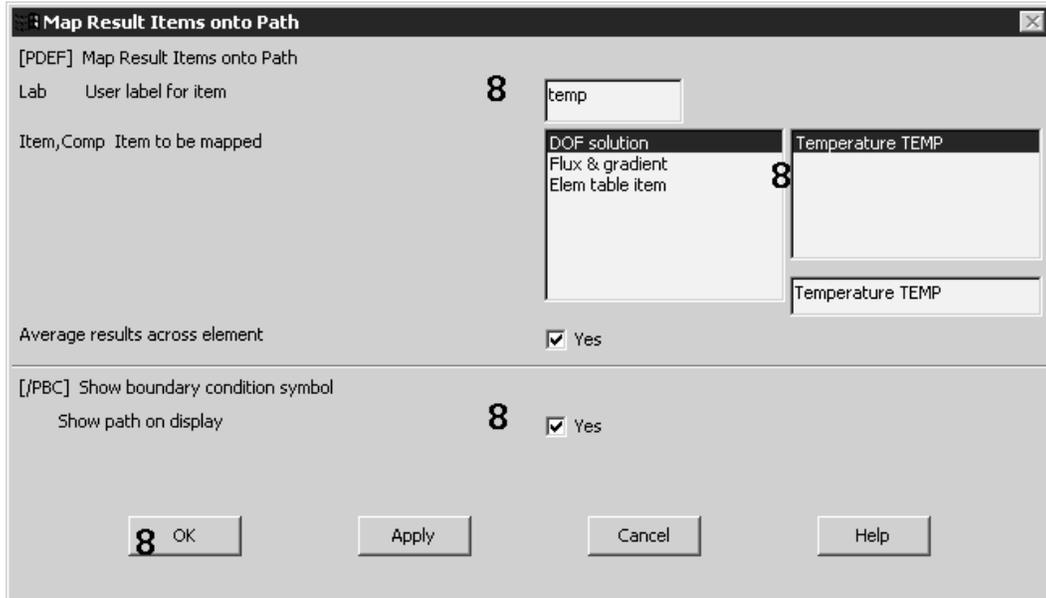

图 12.27 将温度映射到路径上
7. 在路径上进行温度插值。选择菜单路径 Main Menu | General Postproc | Path Operations | Map onto Path, 弹出 Map Result Items onto Path (将结果映射到路径)对话框, 如图 12.27 所示。
8. 在图 12.27 所示的对话框中, 输入用户定义项目标签为“temp”, 单击 Item to be mapped (映射项目)列表框左边列表的“DOF solution”和右边的“Temperature TEMP”。其余设置保持缺省, 然后单击 **OK** 按钮关闭对话框。